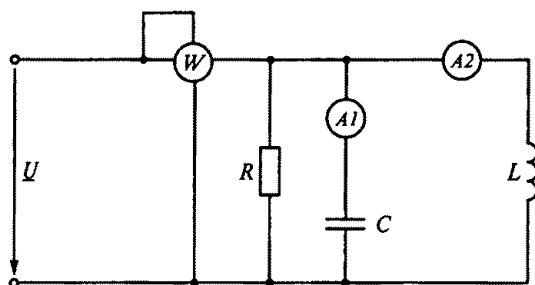

Рис. 121
3.88. Как изменятся показания приборов на рис. 121 при введении внутрь катушки ферромагнитного сердечника? (Указать неправильный ответ.)